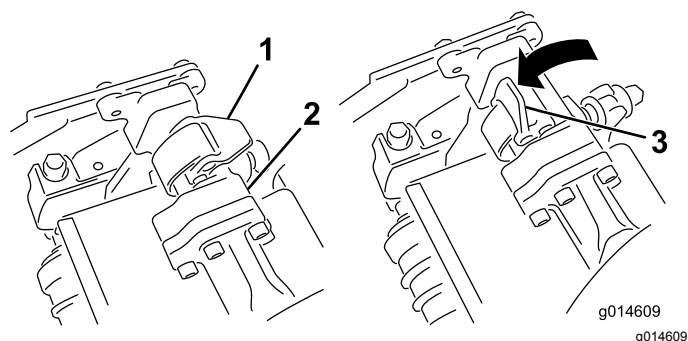
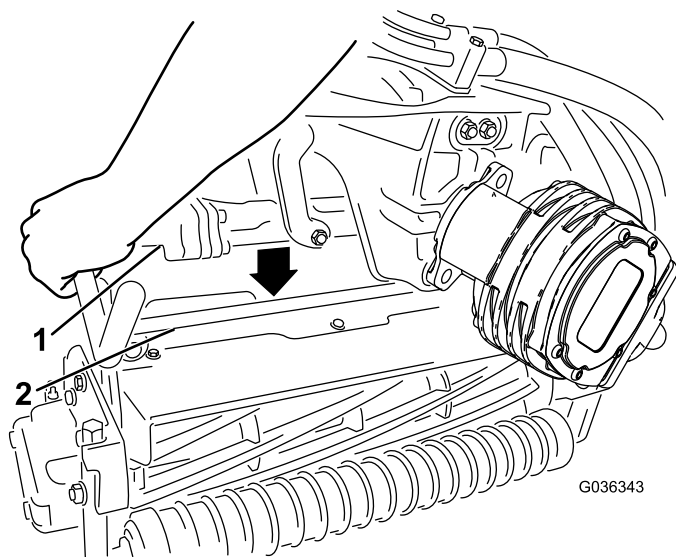

Figura 45
Figura 46
4. Con los enganches del brazo de suspensión orientados hacia arriba (es decir, abiertos (Figura 45), empuje hacia abajo el brazo de suspensión de modo que la barra encaje en la barra situada en la parte superior de la unidad de corte (Figura 46).
5. Presione los enganches hacia abajo alrededor de la barra de la unidad de corte y bloquéelas (Figura 45).
5. Abra los enganches de la barra del brazo de suspensión de la unidad de corte que está retirando (Figura 45).